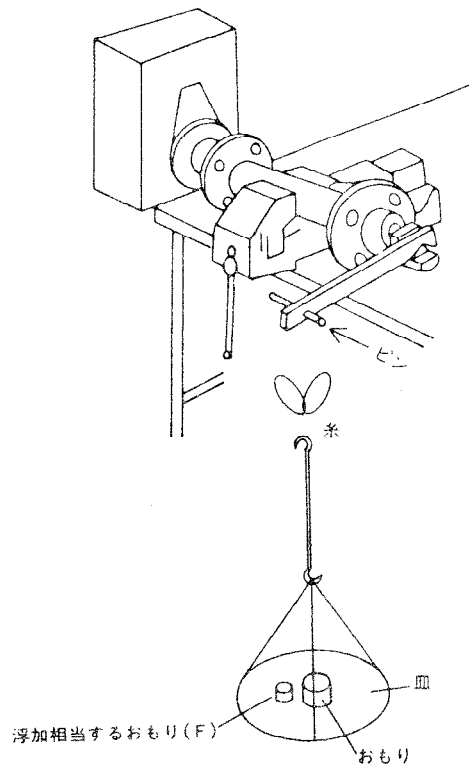

図4-2.
- ① 計器と組付けたトルクチューブ・アセンブリを作業台に固定します。たとえば万力などを利用し図 4-2 のように取付けます。
② 図4-2に示すようにトルクアーム先端のピンに接続するための丈夫な糸または細い針金と皿を用意します。